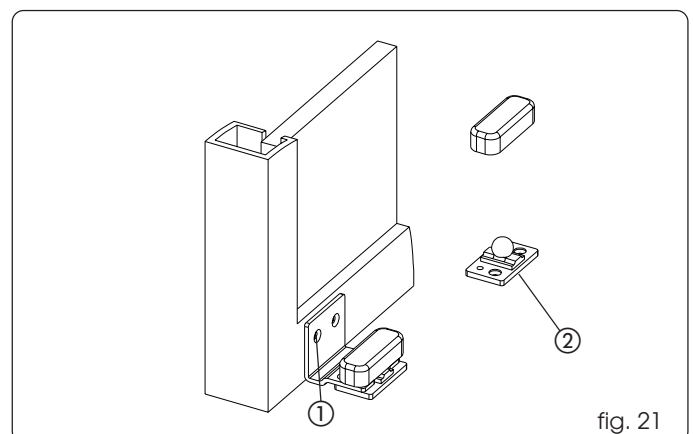

fig. 21
- Fissare i pattini come indicato in fig. 21 rif. ① utilizzando viti adeguate.
- Fissare direttamente il pattino a pavimento, come indicato in fig. 21 rif. ② utilizzando tasselli e viti adeguate.